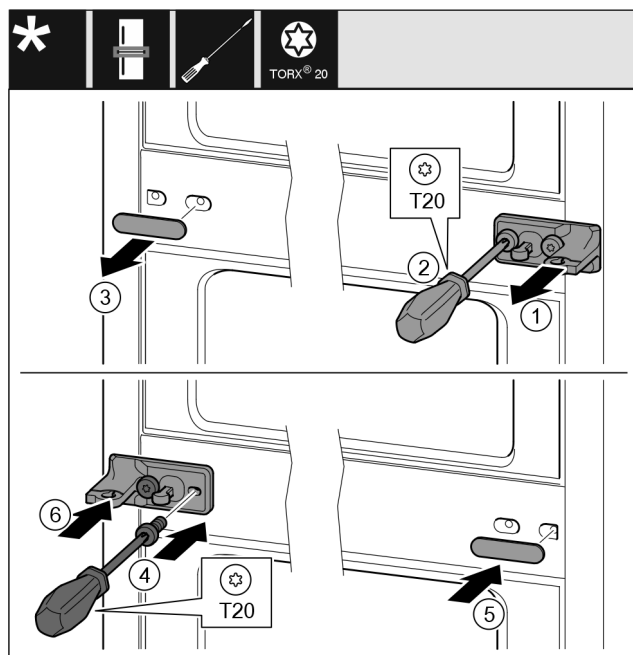

Fig. 12
- Extrageți șaiba Fig. 12 (1).
- Demontați șuruburile Fig. 12 (2) cu șurubelnița.
- Desprindeți cu precauție capacul Fig. 12 (3).
- Înșurubați ferm pe cealaltă parte suportul de lagăr cu folie Fig. 12 (4) rotit cu 180°.
- Atașați pe cealaltă parte capacul Fig. 12 (5) rotit cu 180°.
- Montați șaiba Fig. 12 (6) din față.